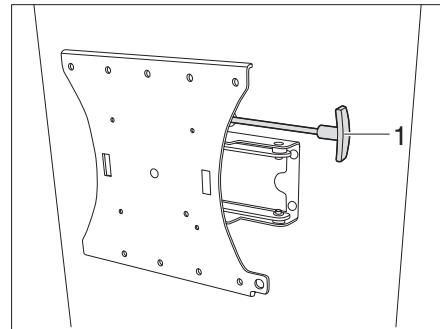

Bild 133 Fäste med ledad arm (variant 2)
- Dra i spaken (Bild 133,1) för att lossa den platta bildskärmen ur spärren.
- Skjut in spaken (Bild 133,1) igen för att spärra.